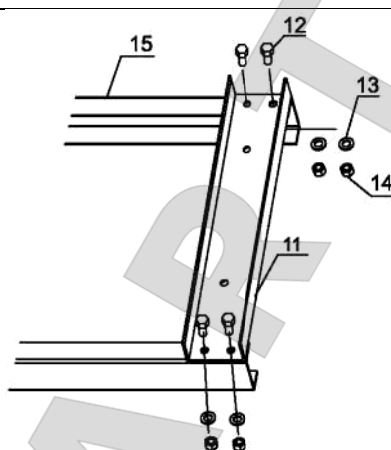

Рис. 1-1
2. Поместите стойки рамы (15) на устойчивую, плоскую и ровную поверхность. Совместите отверстия на верхней балке (11) с отверстиями в верхней части стоек рамы (15) и закрепите болтами (12), шайбами (13) и гайками (14). См. рис. 1-1.